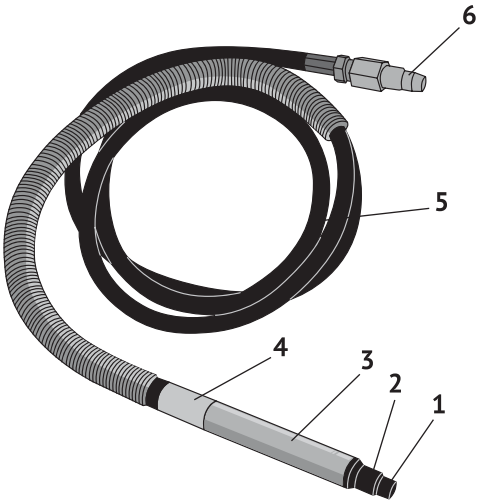

рис. 1
Включение гравёра осуществляется поворотом кольца выключения (рис.1 поз.4) по часовой стрелке. Отключение гравёра осуществляется поворотом кольца против часовой стрелки.
4.1 Общий вид гравёра схематично представлен на рис. 1
Основные элементы гравёра: ротационный пневмодвигатель и пусковое устройство расположены в металлическом корпусе (рис.1 поз.3), выполненном в виде карандаша. Такая форма удобна как для работы при хвате «пером» (работа с мелкими надписями, деталями), так и при охвате инструмента всей ла-
В передней части гравёра расположен цанговый патрон (рис.1 поз.2) в который крепятся насадки для проведения различных работ.
Включение гравёра осуществляется поворотом кольца выключения (рис.1 поз.4) по часовой стрелке, открывая доступ сжатого воздуха к пневмодвигателю. Отключение гравёра осуществляется поворотом кольца против часовой стрелки.
- зафиксировать ключом цанговый патрон (рис.1 поз.2);
- вторым ключом (ключи входят в комплект поставки) ослабить гайку цанги (рис.1 поз.1);
6.4 Перед соединением шланга для подачи воздуха с гравёром, его необходимо предварительно продуть. Добавьте 4 - 5 капель масла во входной штуцер (рис.1 поз.6) шланга гравёра для смазки внутренних механизмов.
- подсоедините один конец воздушного шланга к компрессору, а второй – к входному штуцеру (рис.1 поз.6) шланга пневматического гравёра;